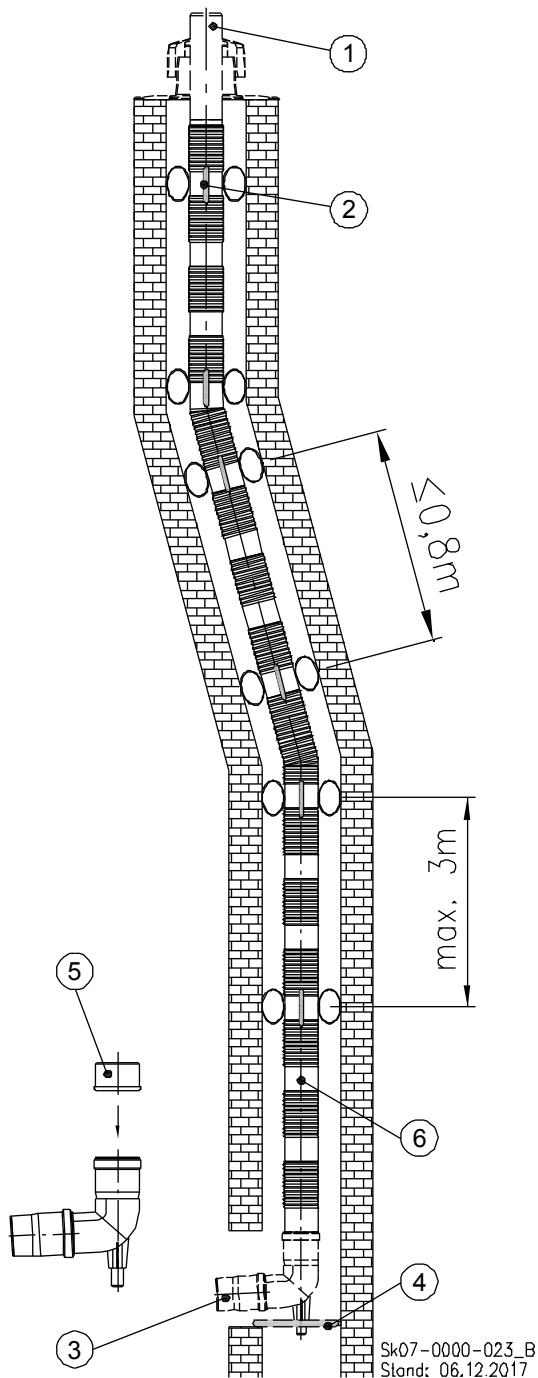
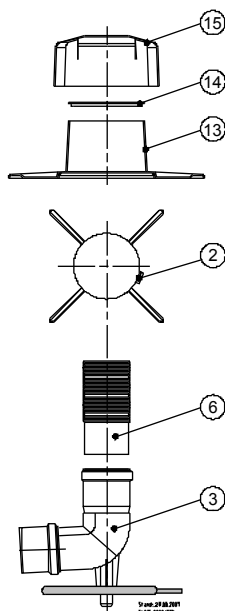

Abb. 51: Kaminsystem, flexibel
Abb. 53: Detail-Zeichnung Befestigung Schachtabdeckung
Legende zu Abb. 51:
- ➔ Säubern und entgraten Sie das Einsteckende des Abgasrohrs ⑥ (s. Abb. 51).
- ➔ Reiben Sie das Einsteckende des Abgasrohrs ⑥ mit säurefreiem Gleitmittel ein.
- ➔ Stecken Sie das sichtbare glatte Ende des Abgasrohrs ⑥ in den auf dem Auflager sitzenden Stützbogen ③.
Legende zu Abb. 53:
②	Abstandhalter
③	Stützbogen mit Auflager
⑥	Flexibles Abgasrohr
⑬	Unterteil der Schachtabdeckung
⑭	Flexrohrklemme
⑮	Abdeckhaube
- ➔ Schieben Sie als erstes das Unterteil der Schachtabdeckung ⑬ (s. Abb. 53) über das Leitungsende Abgasrohr ① (s. Abb. 51).
- ➔ Spreizen Sie die Flexrohrklemme ⑭ auf.
- ➔ Schieben Sie die aufgespreizte Flexrohrklemme über das Leitungsende bis zum Unterteil der Schachtabdeckung ⑬.